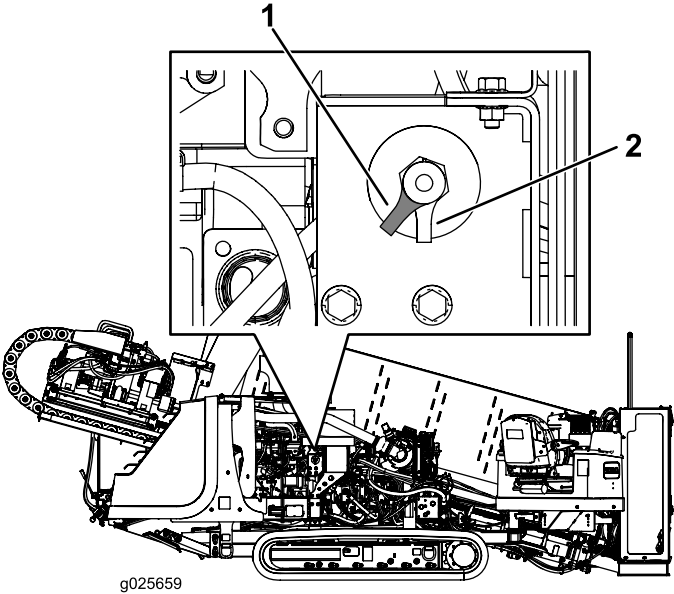

Figura 23
- Para energizar a máquina eletricamente, gire o interruptor de DESCONEXÃO DA BATERIA no sentido horário para a posição ON (Figura 23).
- Para desenergizar a máquina eletricamente, gire o interruptor de DESCONEXÃO DA BATERIA no sentido anti-horário para a posição OFF (Figura 23).